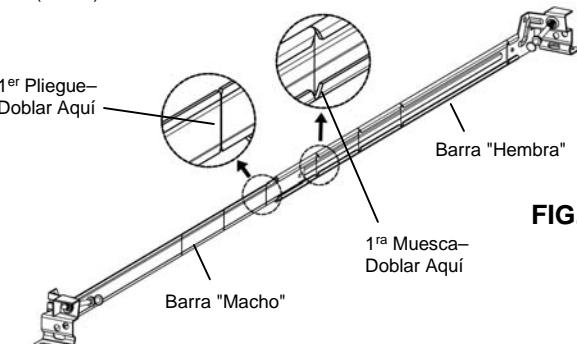

FIG. 2
- Abre las barras lo más posible. (FIG. 2)
- Dobla hacia adelante y hacia atrás en el 1er pliegue desde el centro, la barra "macho" de cada barra para colgar, hasta que se separe. Dobla la barra "hembra" hacia adelante y hacia atrás, en la 1ra muesca desde el centro, hasta que se separe. (FIG. 2)